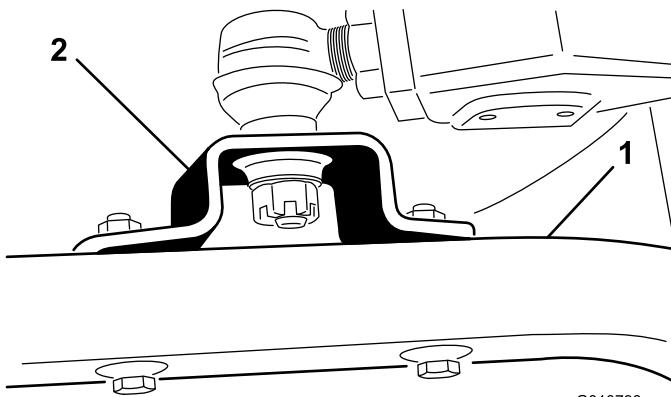

Figura 19
- Retire os parafusos e porcas de bloqueio que prendem as montagens da rótula esférica aos braços da roda giratória na unidade de corte (Figura 19).
- Desloque a alavanca de elevação para a posição Suspensa. Empurre os braços de elevação para baixo até que os furos na rótula esférica fiquem alinhados com os furos nos braços da roda giratória (Figura 19).